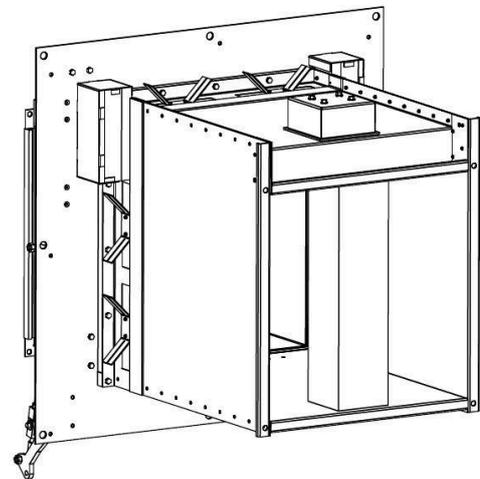

Abbildung 13
- In dem BK FIRESAFE® II K90 ist eine Transportsicherung (Abb. 13) zum Schutz der Absperrereinheit eingelegt. Diese muss zuerst entfernt werden.